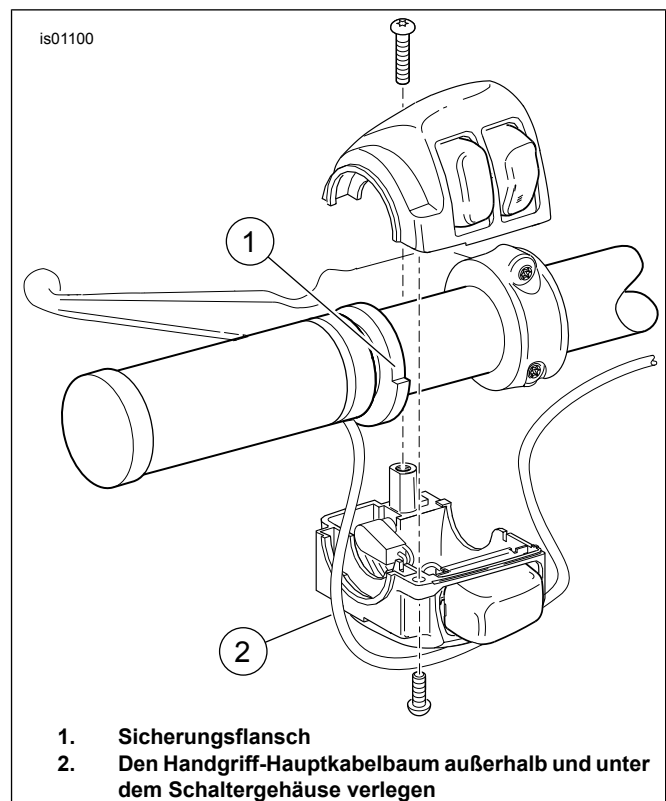

Abbildung 1. Beheizter Handgriff (linke Seite)
9. Siehe Abbildung 1 >. Den linken Griff auf den Lenker aufsetzen, so dass der Sicherungsflansch (1) sicher im unteren Schaltergehäuse (2) eingebaut werden kann.